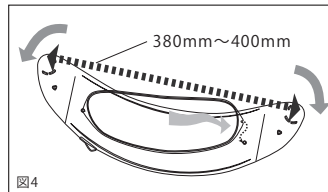
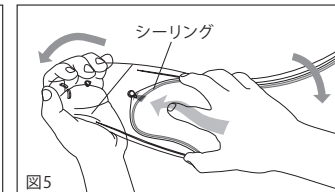

図4
図5
- 次にシールドを十分に開き(図4)、SHOEI DRYLENSの反対側もピンに差し込みます(図5)。